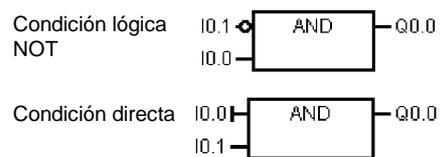

Figura 5-5 Convenciones FUP
- Símbolo de negación: La condición lógica NOT (la condición invertida) del operando o la corriente se representa mediante un círculo pequeño en la entrada. En la figura 5-5, Q0.0 es igual al NOT de I0.0 AND I0.1. Los símbolos de negación sólo son aplicables a las señales booleanas, que se pueden indicar en forma de parámetros o de circulación de corriente.
- Indicadores directos: Como muestra la figura 5-5, el editor FUP visualiza una condición directa de un operando booleano mediante una línea vertical en la entrada de una operación FUP. El indicador directo causa un lectura directa de la entrada física indicada. Los indicadores directos sólo son aplicables a las entradas físicas.